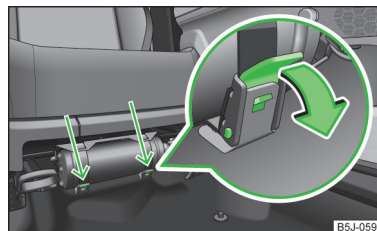

Fig. 139
- Détacher les deux sangles en tirant les dispositifs de sécurité respectifs dans le sens de la flèche » fig. 139.